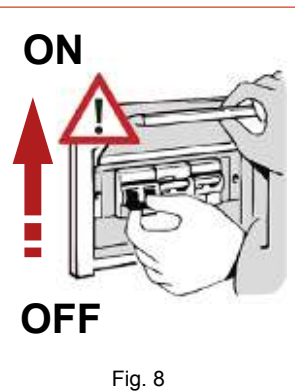

Fig. 8
- Se presente, portare il magnetotermico di protezione posto a monte della presa di alimentazione in posizione "ON" (Fig. 8).